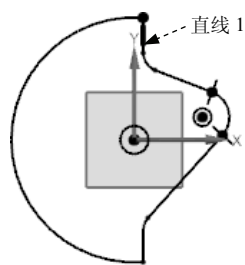

图 5.12.7 添加标注参考
(1) 标注水平尺寸。选择下拉菜单 **插入(I)**  **尺寸(D)**  **水平(H)...** 命令，可标注图 5.12.7 中 Y 轴与直线 1 之间的长度；单击绘图区域中的一点确定标注位置；在弹出的动态输入框中输入尺寸值 17，单击中键，完成效果如图 5.12.8 所示。